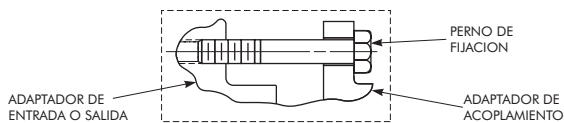

Figura 3b
- C. Insertar los pernos de fijación en ambos extremos entre el adaptador del acoplamiento y el adaptador de entrada/salida, como se muestra en la Figura 3b.